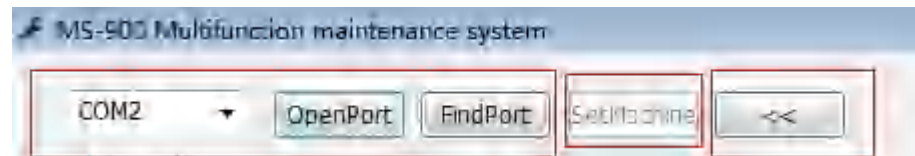

图1
- 2.点击FindPort, 软件自动搜索端口并自动连接设备, 点击close将关闭连接(如图1)